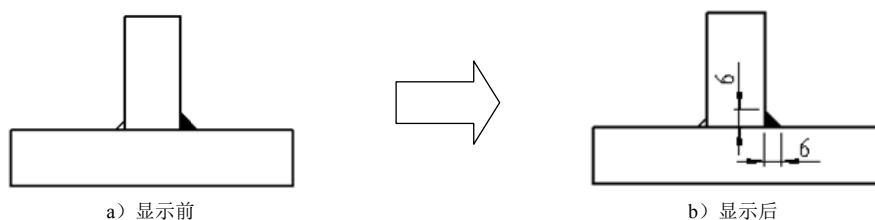

图 6.12.4 显示尺寸
- ☒ **显示尺寸** 复选框: 选中该复选框, 将在图形区显示焊缝支柱长度或焊喉厚度值, 如图 6.12.4 所示。